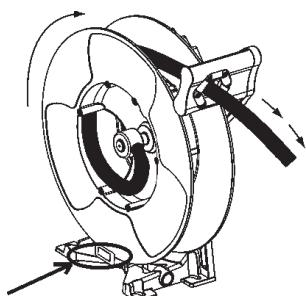

FIG 11.
1. Pull the hose out 3m (10 feet) and let the hose get latched (Fig. 11). Remove the hose guide mounted on the bracket as indicated in Figure 11.
1. Dra ut 3 m av slangen och spärra rullen (Fig. 11). Ta bort slangstyrningen på fästet (markerad i Fig. 11).